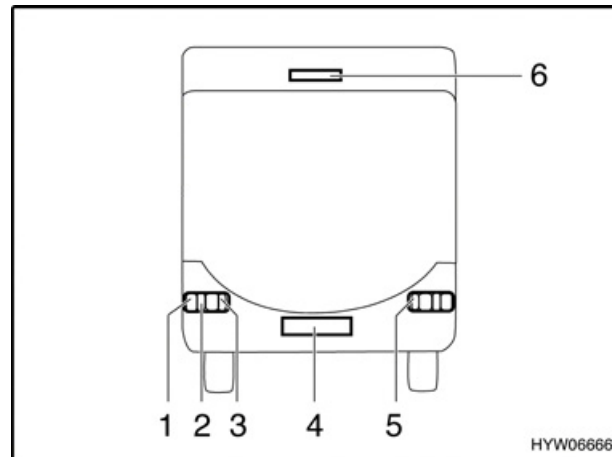

Bild 96 Beleuchtung Heck
- Gehäuseschrauben (Bild 96,1 bis 5) lösen.
Die dritte Bremsleuchte (Bild 96,6) nur komplett austauschen.